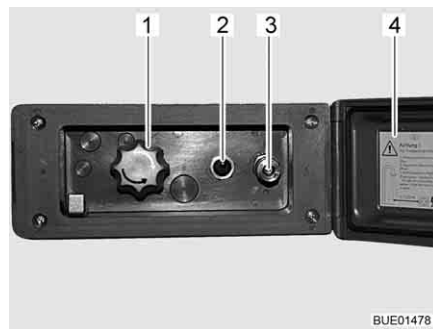

Fig. 120 Conexión de ducha exterior
- Desbloquear y abrir la tapa (Fig. 120,4).
- Conectar la manguera de la ducha exterior al cierre rápido (Fig. 120,3).
- Encender la bomba de agua con el interruptor (Fig. 120,2).
- Ajustar la temperatura del agua con el botón giratorio (Fig. 120,1) según se desee.
- Apagar la bomba de agua con el interruptor (Fig. 120,2).
- Cerrar la tapa (Fig. 120,4) y bloquearla con la llave.
- Poner el botón giratorio (Fig. 120,1) en la posición central.